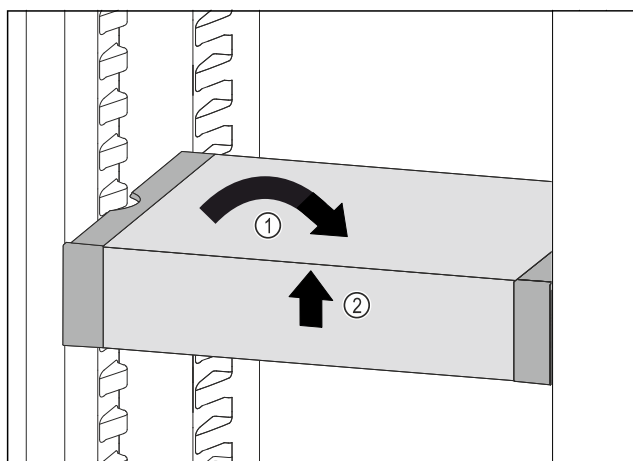

Fig. 124
- ▶ VarioSafe postavte rovno. Fig. 124 (1)
- ▶ VarioSafe nadvihnite vpredu. Fig. 124 (2)